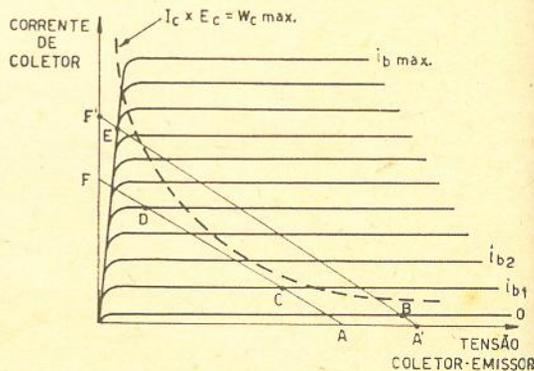

Figura 3
As diretrizes que orientam a aplicação dos transistores aos circuitos de pulsos são bastante diversas daquelas empregadas no projeto de circuitos de rádio, TV, amplificadores, etc.. Nestes últimos, os estágios são do tipo "linear", isto é, o sinal de saída constitui uma razoável reprodução do sinal de entrada. Tal não é necessariamente o caso nos circuitos de pulsos, onde os transistores funcionam mais como "comutadores" do que como amplificadores. Para que se possa avaliar o que isto significa em termos de desempenho dos componentes, examinaremos a figura 3, que representa as curvas características de um transistor em ligação de emissor comum.
Por outro lado, quando trabalhamos em técnica de pulsos, o transistor encontra-se ou em corte ou conduzindo ao máximo (pontos B e E da figura 3); decorrem daí as seguintes vantagens:
4) admitindo como instantânea a transição de um para outro estado (de B para E ou vice-versa), poderemos estar na situação da figura 3, onde a reta de carga corta a curva de dissipação contanto que B e E fiquem abaixo da mesma. Dêste modo poderemos trabalhar com maior corrente de coletor sem perigo de danificação por excesso de potência consumida. Convém ainda lembrar que, mesmo quando estamos com potência dissipada inferior à máxima permitível, deveremos tomar cuidados quanto a correntes e tensões máximas indicadas pelo fabricante. Tensões excessivas no sentido direto